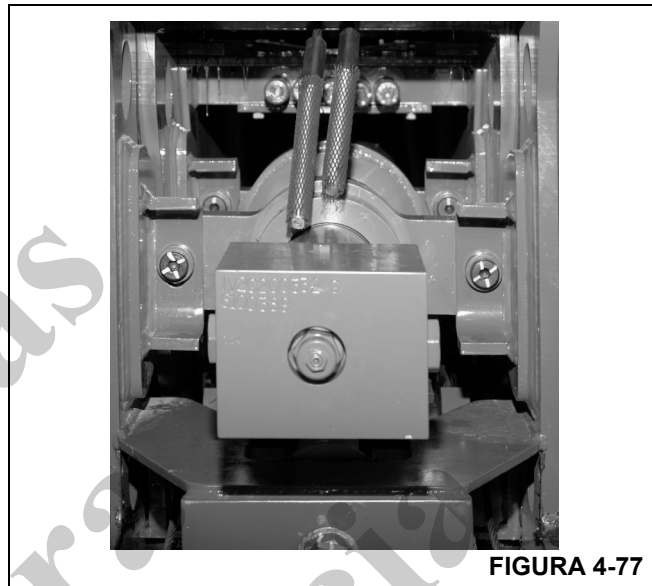

FIGURA 4-77
29. Conecte o cilindro telescópico aos flanges de montagem da seção intermediária interna. Verifique se as buchas estão livres para girar depois que os parafusos forem apertados (Figura 4-77).